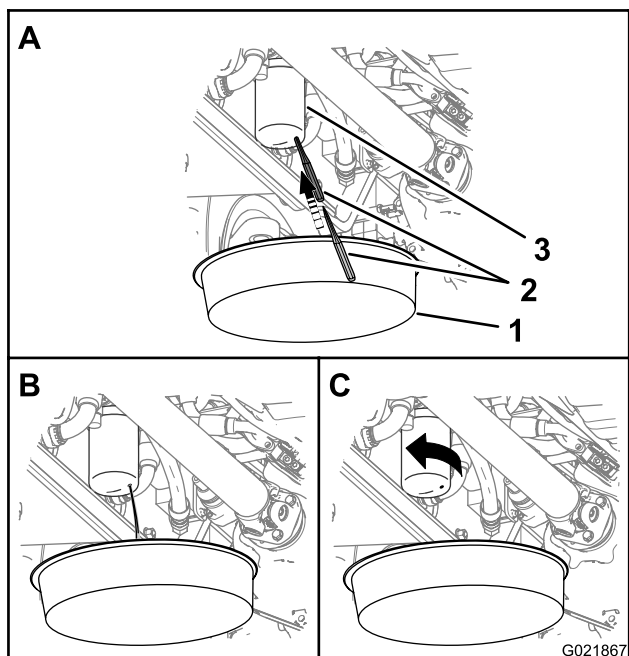

Рисунок 92
Примечание: Доступ к фильтру линии нагнетания гидросистемы осуществляется с правой стороны машины, за баком гидросистемы (Рисунок 92).
1. Подставьте емкость под фильтр линии нагнетания гидросистемы (Рисунок 92).
2. Проткните нижнюю часть фильтра линии нагнетания гидросистемы и дайте остаткам гидравлической жидкости стечь в емкость (Рисунок 92).
3. Поверните фильтр линии нагнетания гидросистемы против часовой стрелки и снимите его (Рисунок 92).